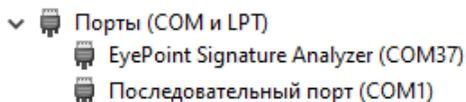

Рисунок 5. Отображение EyePoint u21 в диспетчере устройств
8. После установки драйвера в разделе устройств «Порты (COM и LPT)» должно появиться устройство EyePoint Signature Analyzer (Рисунок 5).